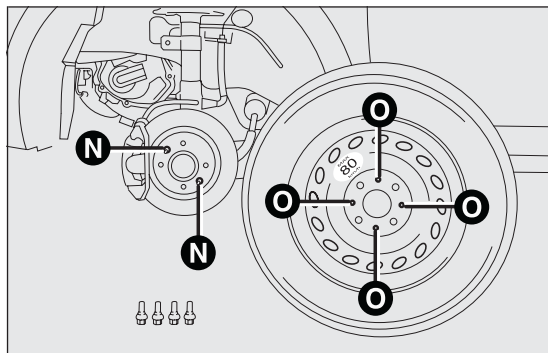

Abb. 100
- ☐ Beim Anbringen des Ersatzrades darauf achten, dass der Zentrierstift N Abb. 100 mit einer der Bohrungen O Abb. 100 am Rad übereinstimmt;